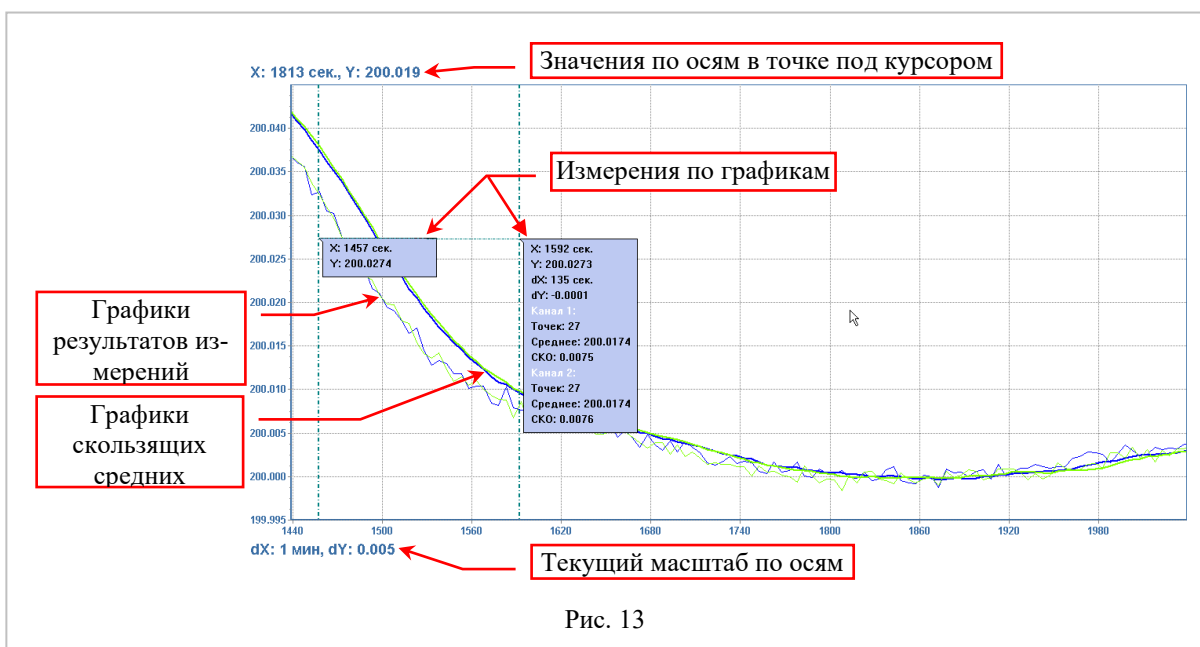

Рис. 13
2.4.4 График результатов измерений (рис.13)